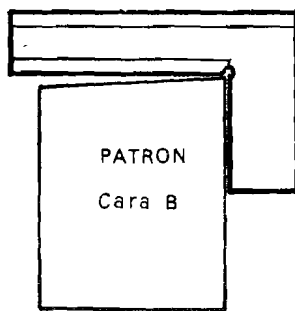

Fig. 4-7
2.3. 2.ª verificación.—Volver la pieza patrón y verificar el mismo extremo desde el otro lado. Se observará que la luz es la misma pero situada en la parte opuesta. (fig. 4.7).